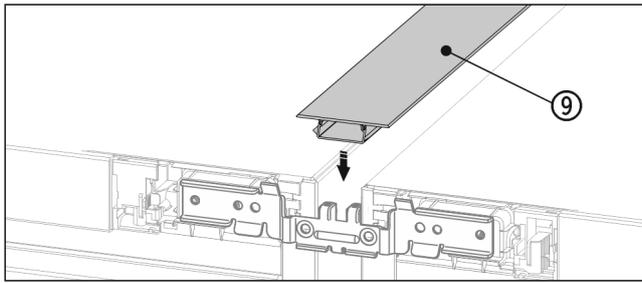

Fig. 24
- ▶ Auf der Oberseite die kurze Abdeckleiste Fig. 24 (9) in den horizontalen Spalt drücken.